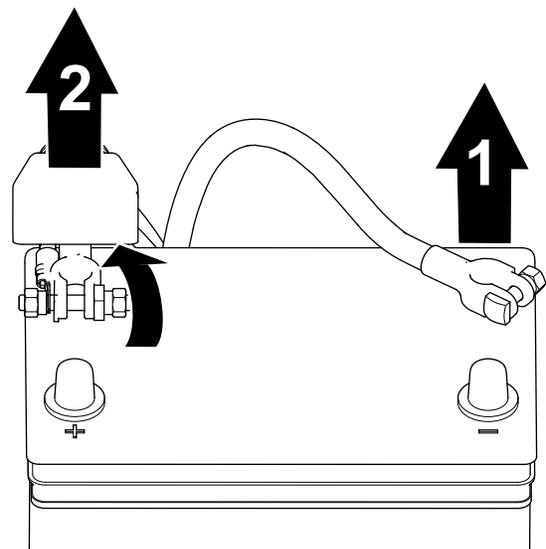

Figura 33
1. Retire el cable negativo del borne de la batería (Figura 33).
2. Eleve el aislante y retire el cable positivo de la batería del borne de la batería (Figura 33).